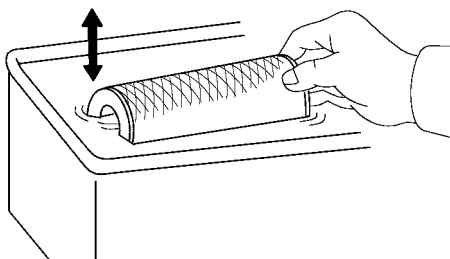

图 2-73 将滤芯浸在水中上下搅动再放入清洁水中反复漂洗
2) 将滤芯浸在水中并上下搅动 10min 或更长的时间，然后放入清洁水中反复漂洗，直到漂洗水变干净为止，如图 2-73 所示。